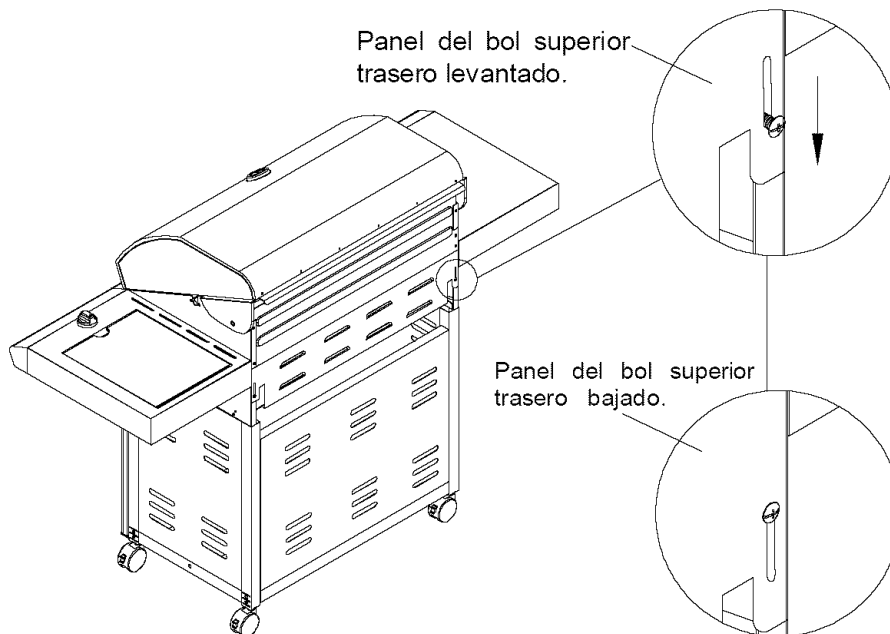

Figure 4
- Deslice hacia abajo el panel del bol superior trasero y apriete los tornillos con seguridad. ( Vea la Fig. 4.).